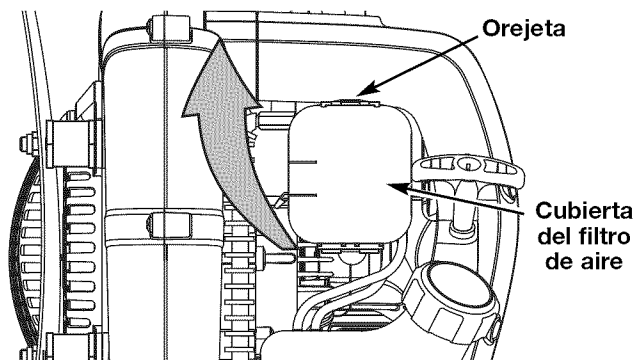

Fig. 23
8. Gire la tapa hacia arriba hasta que la lengüeta que está en la placa posterior del filtro de aire caiga en su lugar en la ranura que está sobre la tapa del filtro de aire (Fig. 23).